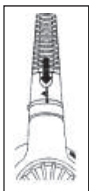

Fig.1
1. Installazione dell'ugello dritto lungo (12)
Impugnare il terminale lungo (12) e centrarlo sull'ugello vaporizzatore (2). Spingerlo fino in fondo e fissarlo con una rotazione in senso orario. (Fig. 1)